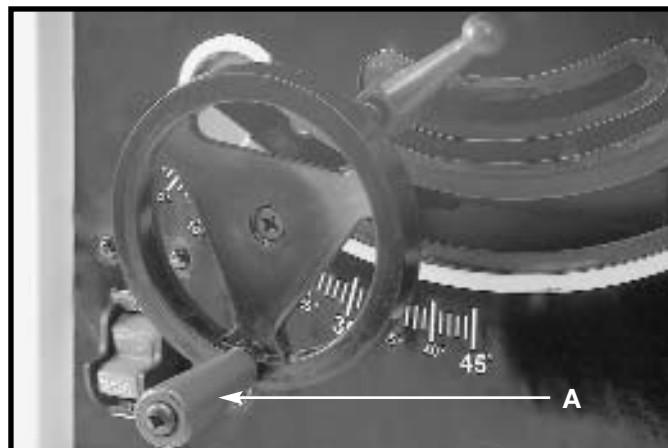

Fig. 29
Para alzar o bajar la hoja de la sierra, gire el volante de mano (A) Fig. 29. El girar en el sentido de las manecillas del reloj baja la hoja, y el girar el volante de mano contra las manecillas del reloj eleva la hoja.